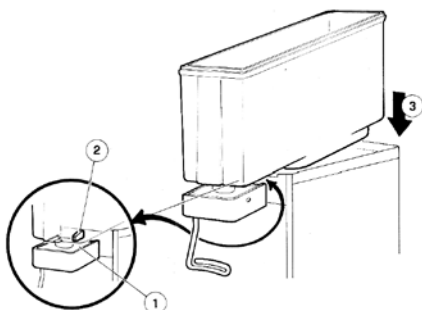

Рисунок 8
**JOLLY 5/2 – 5/3 – 5/4:** сначала убедитесь, что верхняя часть (1) крана находится под зубцом, выступающим из каплесборника (см. рис.8).